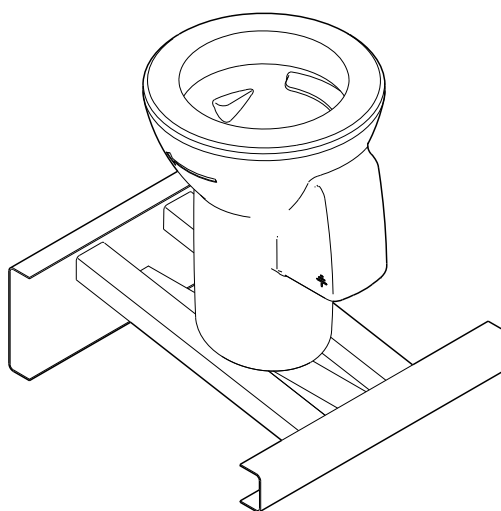

Рис. 6 Кожух статора на держателе
2. Установите в вал рым-болт (O) и с помощью крана приведите кожух статора в вертикальное положение. Поместите кожух статора на держатель. См. рис. 6. Фиксирующее устройство не поставляется компанией Grundfos. На рисунке 1 показан пример подходящего фиксирующего устройства (держателя).
7. Осторожно с помощью крана поднимите ротор (поз. 172) с масляной камерой (поз. 155). Если ротор и масляная камера не отходят от кожуха статора, поднимите кожух статора на несколько сантиметров и отсоедините от него масляную камеру с помощью отверток (H).